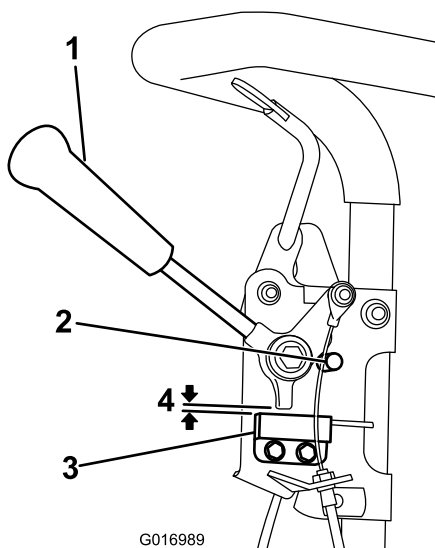

Figura 29
1. Verificate che il motore sia spento e la leva di trazione disinnestata e appoggiata sul fermo in folle (Figura 29).
2. Allentate i dispositivi di fissaggio del microinterruttore (Figura 29).
3. Inserite uno spessore di 0,8 mm fra la leva di trazione ed il microinterruttore (Figura 29).